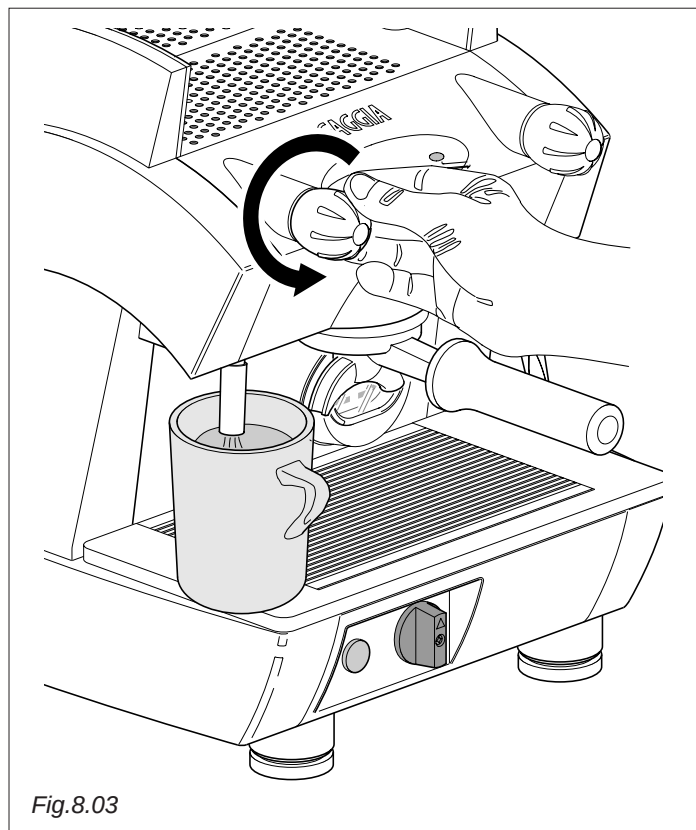

Fig.8.03
- Tourner lentement la poignée du robinet (Fig.8.03) dans le sens inverse des aiguilles d'une montre pour permettre la sortie de l'eau chaude.
- Une fois obtenue la quantité désirée, remettre la poignée du robinet (Fig.8.03) dans la position initiale en la tournant dans le sens des aiguilles d'une montre.